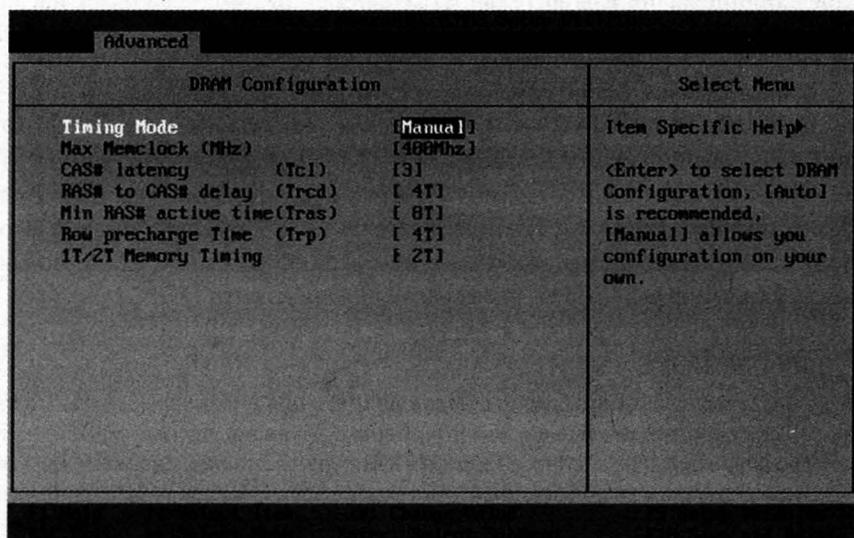

Рис. 9.3. Параметры для установки основных таймингов оперативной памяти
- ❑ Платы с возможностью настройки основных параметров. Имеется возможность настройки рабочей частоты и основных таймингов, которые были перечислены выше. Такой набор параметров характерен для большинства плат и позволяет выполнять разгон системы. Параметры памяти могут быть собраны в отдельном разделе (рис. 9.3) или находиться непосредственно в разделе Advanced Chipset Features. В некоторых платах имеется специальный раздел для оптимизации и разгона (см. гл. 12), и параметры памяти могут находиться в нем.